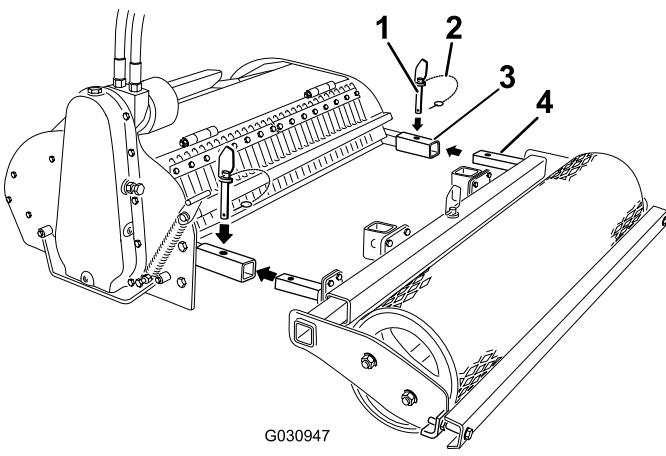

Figura 3
4. Retire las chavetas de anilla de los pasadores (Figura 3).
5. Retire los pasadores de los brazos del cultivador (Figura 3).
6. Introduzca los brazos del rodillo en los brazos del cultivador y conéctelos con los pasadores (Figura 3).